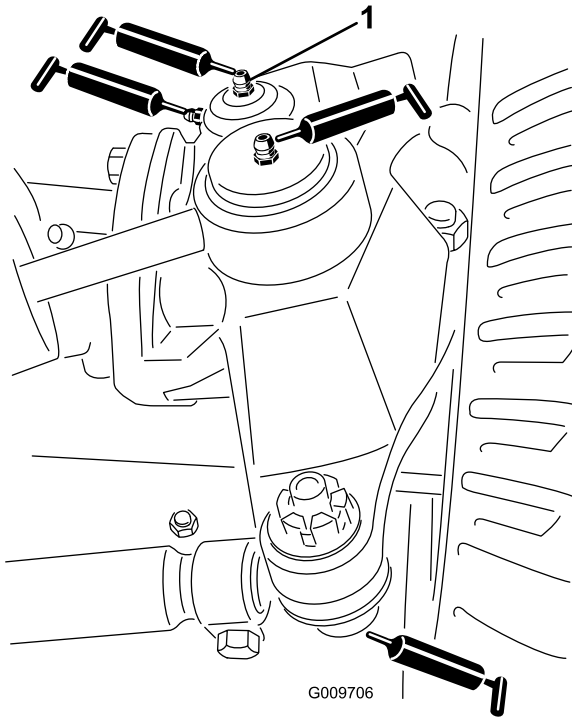

Figure 22
- Rotules de vérin de direction (2) (Figure 22)
- Rotules de biellettes (2) (Figure 22)
- Bagues de pivots de fusées (2) (Figure 22). **Le graisseur supérieur du pivot de fusée ne doit être lubrifié qu'une fois par an (2 injections de graisse).**